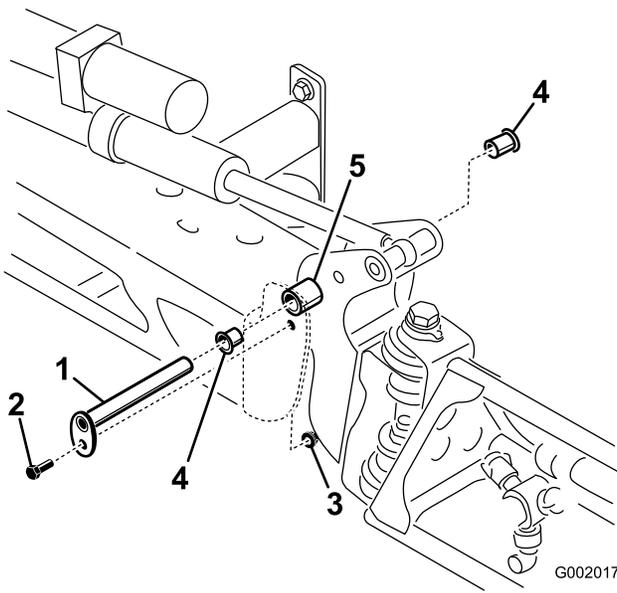

Figura 53
3. Quando il peso della barra è supportato, togliete il bullone e il dado che fissano il perno di articolazione nel gruppo barra (Figura 53). Togliete il perno di articolazione.
5. Togliete le boccole di nylon dal lato frontale e posteriore della staffa orientabile e controllatele (Figura 53). Sostituite le boccole avariate.
7. Montate la barra e la staffa orientabile nel telaio centrale, allineando i fori (Figura 53).